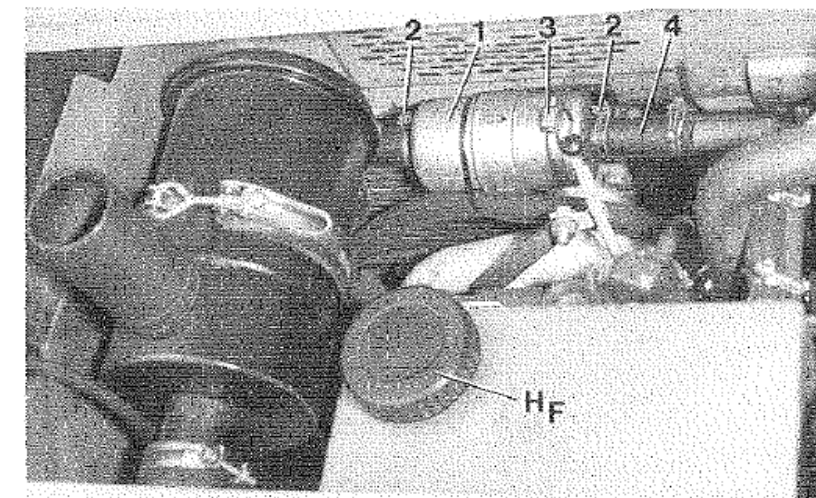

Abb. 25
Reinigung bzw. Austausch des Saugfilters (1 Abb. 25)
2. Befestigungsschelle (3 Abb. 25) am Saugfilter demontieren.
3. Schlauchklämmen (2 Abb. 25) lösen.
8. Hydrauliköl laut Tabelle einfüllen. Am Einfülldeckel (HF Abb. 25) befindet sich ein Ölkontrollstab